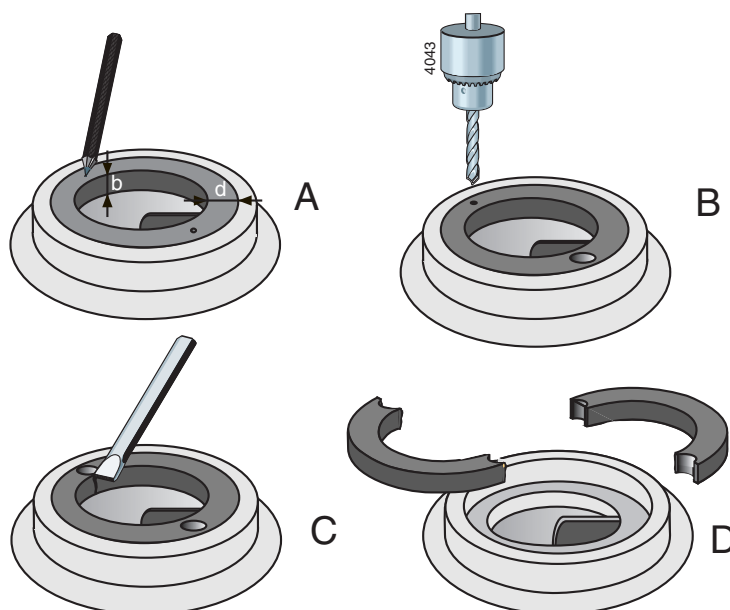

Рисунок 1: Извлечение компенсационного кольца
- 1 Измерьте толщину (d) и ширину (b) кольца, см. рисунок 1 А.
- 2 Прodelайте центрующие отверстия посередине кромки кольца в двух противоположных точках, см. рисунок 1 В.
- 3 Пользуясь сверлом с диаметром несколько меньшим, чем толщина кольца (d), просверлите в кольце два отверстия, см. рисунок 1 С. Глубина сверления не должна превышать ширину кольца (b). Старайтесь не повредить установочную фаску корпуса насоса.
- 4 Пользуясь зубилом, вырубите оставшуюся часть толщины кольца. Теперь кольцо можно разделить на две части и извлечь его из корпуса насоса, см. рисунок 1 D.